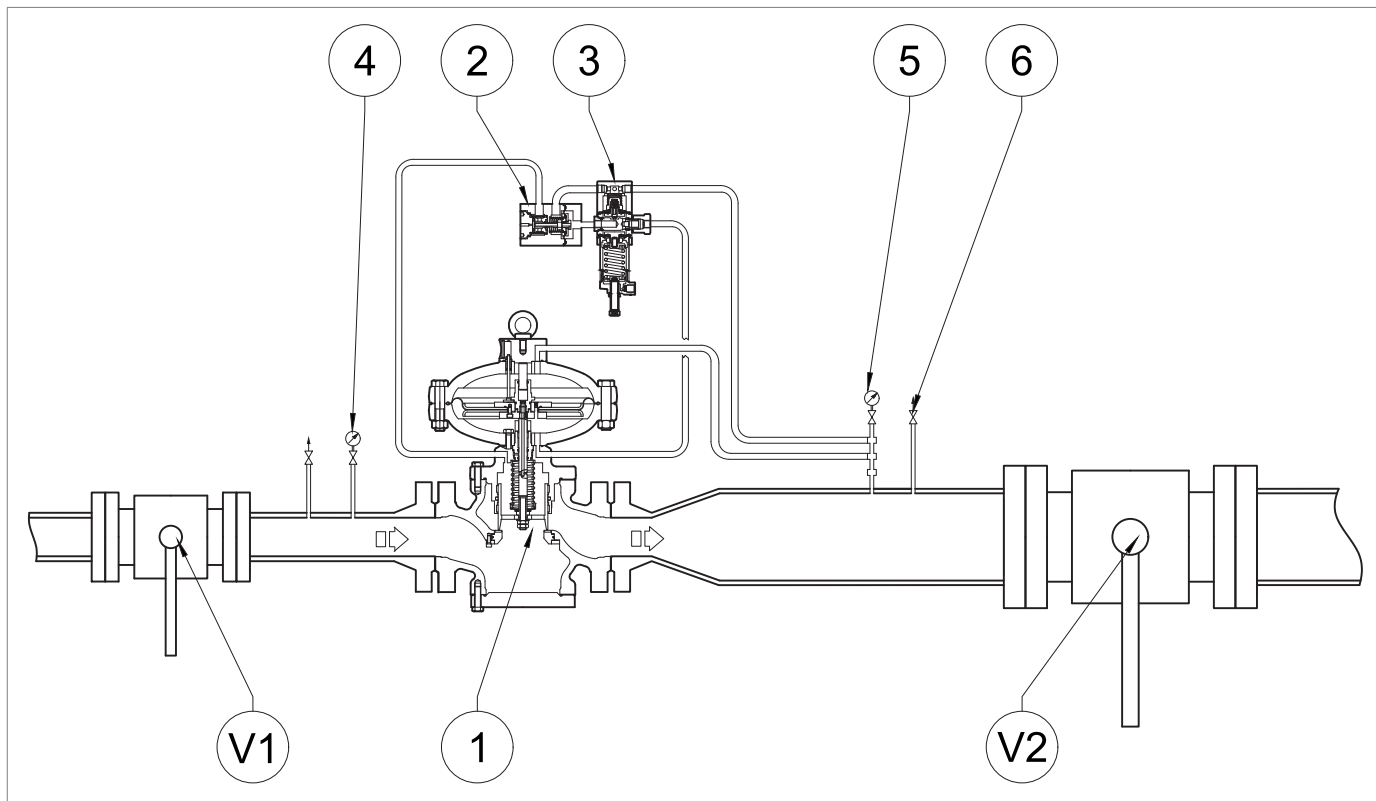

Fig. 8.29. Messa in servizio del regolatore
1	<p>Aumentare la pressione di valle fino al valore di intervento della valvola di blocco, agendo sulla vite di regolazione (10) del pilota (2) del regolatore principale (1), per verificare la corretta taratura.</p> <p>! AVVISO!</p> <p>Controllare la pressione facendo riferimento al manometro (Fig. 8.29, rif. 5) posto a valle del regolatore principale.</p> <p>Se la valvola di blocco:</p> <ul style="list-style-type: none"> • interviene prima del valore di pressione previsto: avvitare (senso orario) la ghiera di regolazione (13) così da comprimere maggiormente la molla (11); • non interviene al valore di pressione previsto: svitare (senso antiorario) la ghiera di regolazione (13), così da scaricare la molla (11).
2	Diminuire la pressione del tratto di valle aprendo il rubinetto di scarico (Fig. 8.29, rif. 6) per portarla fino al valore di taratura del regolatore principale.
3	Chiudere il rubinetto di scarico (Fig. 8.29, rif. 6).